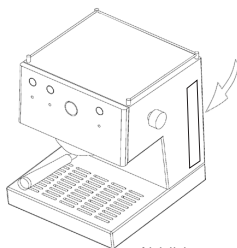

Abbildung 1
2. Den Wassertank mit Trinkwasser auffüllen (siehe Abbildung 1). Überprüfen Sie, ob der Schlauch der Wasserzufuhr im Wassertank eingetaucht ist.